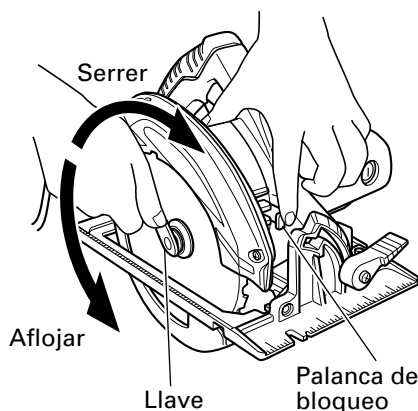
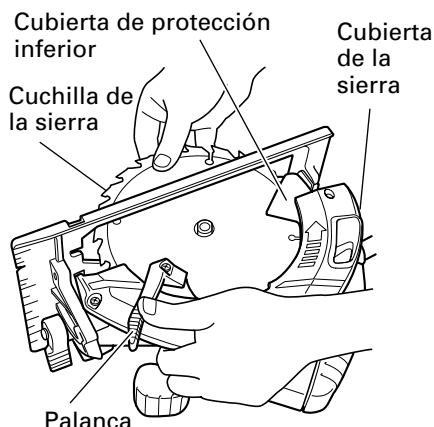

Fig. 17
Fig. 18
- (1) Ajuste el volumen de corte al máximo, y coloque la sierra circular como se muestra en la Fig.17.
- (2) Presione la palanca de bloqueo, bloquee el husillo, y quite el perno de brida hexagonal y la arandela (B) con la llave.
- (3) Mientras sujeta la palanca para mantener la cubierta de protección inferior completamente retractada dentro de la cubierta de la cuchilla, retire la cuchilla de la sierra. (Fig.18)